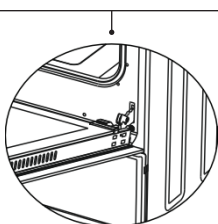

Figure 1.2
3. Procédez ensuite à l'opération de déverrouillage en soulevant les petits crochets à l'aide d'un tournevis (figure 1.2).